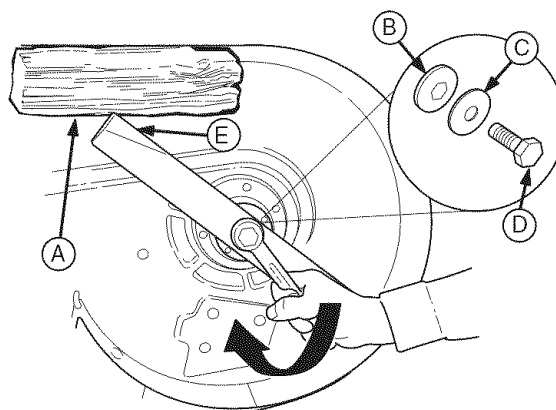

Figura 20. Instalación del Aspa
3. Quite el tornillo de cabeza hexagonal (D, Figura 20), arandela elástica (C), arandela acanalada (B) y asa.
7. Reinstale el asa con las aletas de izado (E, Figura 20) apuntando arriba hacia la cubierta de la podadora como se muestra.
8. Reinstale la arandela acanalada (B, Figura 20), arandela elástica (C) y tornillo de cabeza hexagonal (D). Use un bloque de madera (A) para evitar que el asa gire mientras aprieta el tornillo de cabeza hexagonal (D) a 45-55 ft. lbs. (61-75 N.m). Gire el tornillo de cabeza hexagonal a la derecha para apretarlo.